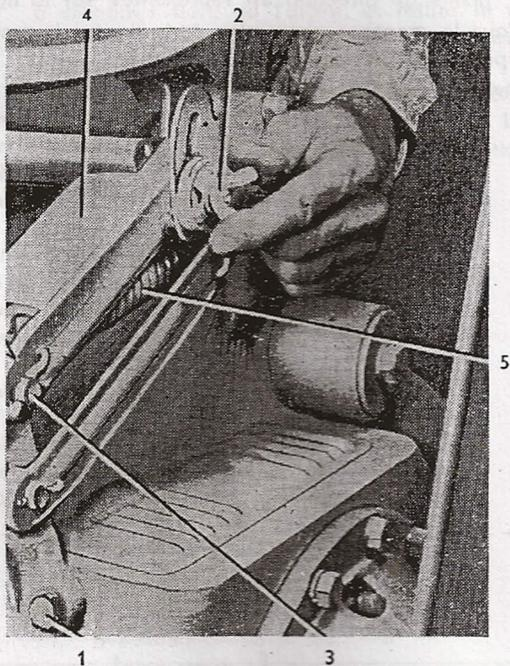

Fig. 90
Effectuer le démontage en dévissant les six vis M 12×30 (fig. 90/1) du carter du pont arrière et déposer ensuite le siège complet.
2. L'amortissement des oscillations est réglable même pendant la marche du véhicule à l'aide de l'écrou à oreilles M 8 (fig. 90/2) situé sur le côté gauche du siège. Plus on serre l'écrou, plus on agrandit l'amortissement des oscillations.
Déposer les anneaux de retenue des axes supérieures (fig. 90/3) dans les supports, chasser les axes et replier en arrière le bras d'amortisseur (fig. 90/4). Dégoupiller et retirer les axes 8×28×25 hors des embouts assujettir les ressorts (fig. 90/5) aux orifices inférieurs des supports.